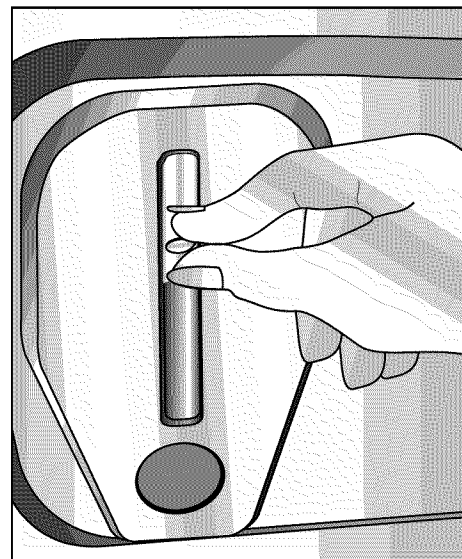

Figura 3
8. Mueva el indicador deslizante al nivel de líquido en la ventanilla de vidrio (figura 3). Para su siguiente carga de lavado, sólo oprima y mantenga oprimido el botón "PUSH" (opimir) hasta que el detergente baje al indicador deslizante para surtir el detergente directamente dentro de la tina.